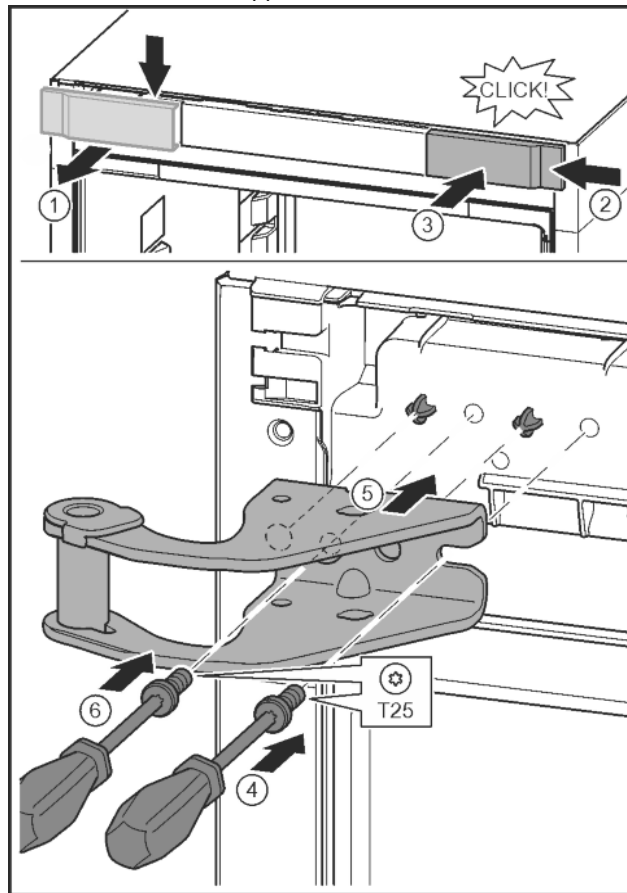

Fig. 14
- ▶ Staccare la copertura e rimuovere lateralmente. Fig. 14 (1)
- ▶ Agganciare la copertura ruotata di 180° sull'altro lato da destra. Fig. 14 (2)
- ▶ Inserire a scatto la copertura. Fig. 14 (3)
- ▶ Applicare la vite con il cacciavite T25. Fig. 14 (4)
- ▶ Applicare il blocco di supporto superiore. Fig. 14 (5)
- ▶ Serrare la vite. Fig. 14 (4)
- ▶ Applicare la vite con il cacciavite T25 e serrare. Fig. 14 (6)